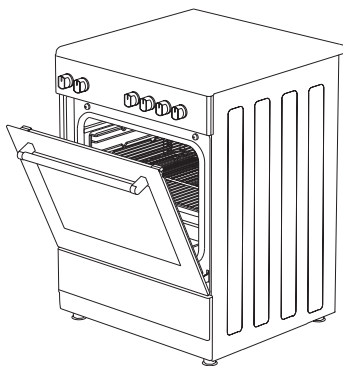

Abb. 11
3. Stellen Sie die Sicherheitsabdeckung unter das Bedienfeld, indem Sie das Glas der Frontabdeckung öffnen. (abbildung 11)